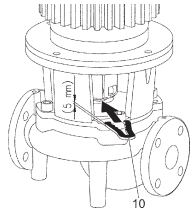

Fig. 13: Colocación de la horquilla de montaje
10. Inserte la horquilla de montaje (Fig. 13, Pos. 10) entre la linterna y el acoplamiento. La horquilla de montaje debe quedar ajustada sin holgura.
13. Inserte la horquilla de montaje (Fig. 13, Pos. 10) entre la linterna y el acoplamiento. La horquilla de montaje debe quedar ajustada sin holgura.